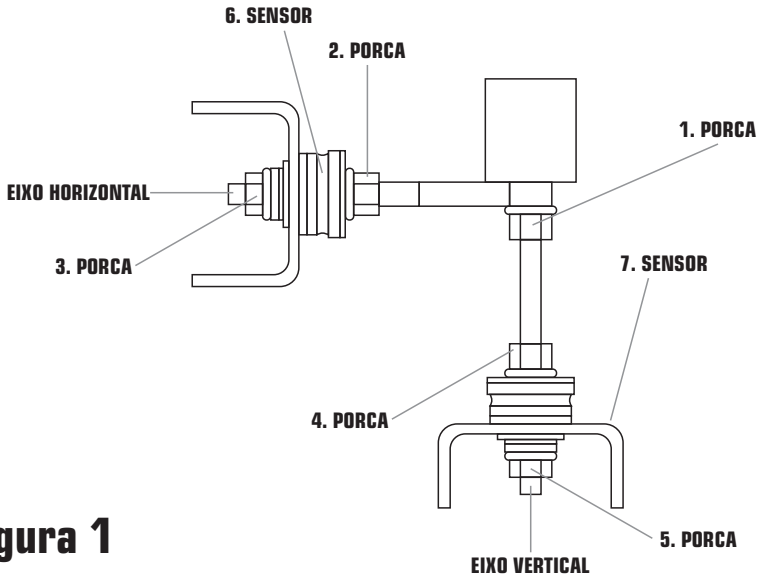

Figura 1
- 4) Instale o sensor e o parafuso prisioneiro conforme a **Figura 1**, prestando muita atenção na direção do sensor;